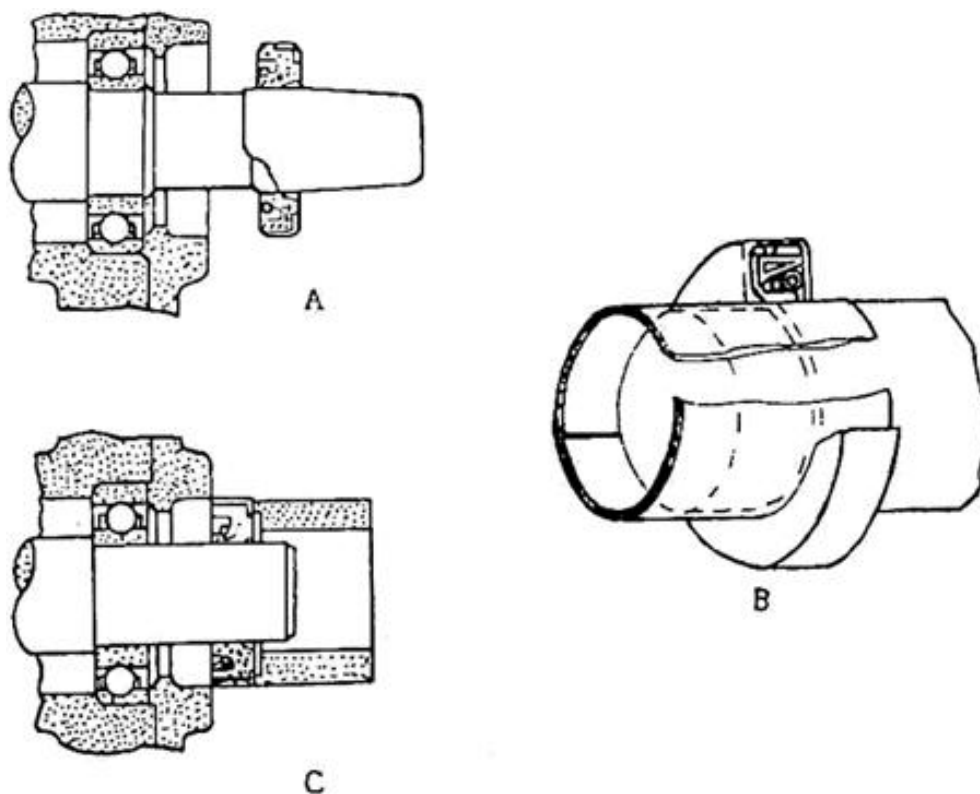

Рис. 4-1 Установка уплотнителей
4. Для ввода сальника в работу может быть использована трубка (Рис. 4-1А), если трубки нет, ее можно сделать из куска тонколистовой меди.
5. Правильный способ ввода сальника в работу - Рис. 4-1С. Для равномерного распределения силы должны быть использованы правильные инструменты, диаметр инструмента должен быть на 0,5-1 мм меньше бегового отверстия, это должен быть инструмент, свободный конец которого по форме напоминает молоток.